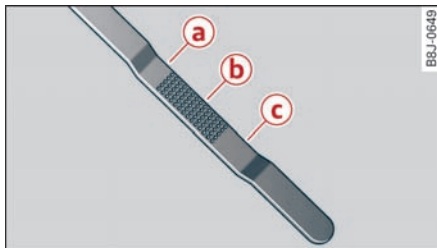

图 228 机油标尺：标记区域
- ▶ 接着再次拉出机油尺察看机油油位 ⇨ 图 228。必要时加注发动机机油 ⇨ 170 页。